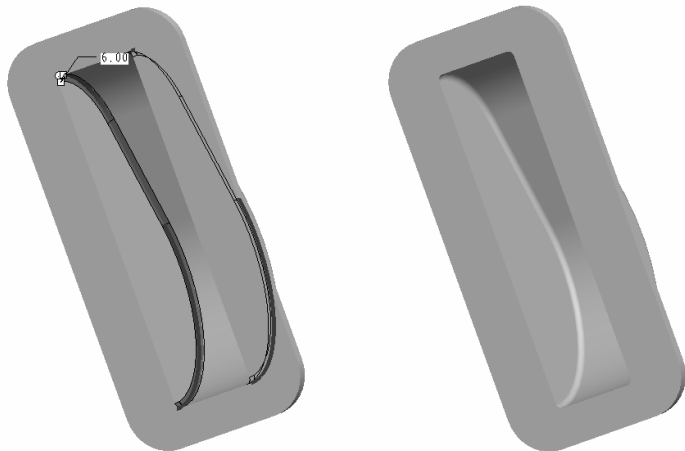

图 4.3.30 在内腔中添加倒圆
(12) 用(11)介绍的方法切除的内腔添加倒圆。倒圆的半径为“6”，在内腔中添加的倒圆效果如图 4.3.30 所示。